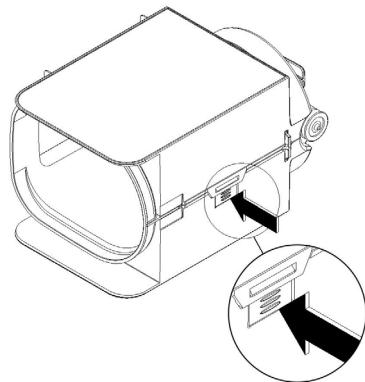

figure 9
- 1** Ouvrir les deux parties en faisant s'enclencher l'emboîtement. (voir figure 9).